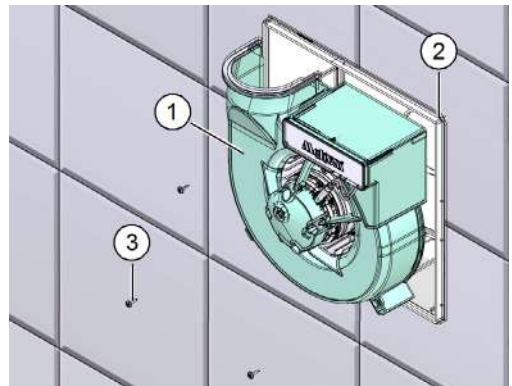

Abb. 7: Lüftermotor einsetzen
- ▶ Orientieren Sie den Lüftermotor (Pos. 1 in Abb. 7) so, dass die Ausblasöffnung des Lüftermotors mit der Ausblasöffnung des Gehäuses (Pos. 2 in Abb. 7) übereinstimmt.
- ▶ Befestigen Sie den Lüftermotor mit den drei Kreuzschlitzschrauben (Pos. 3 in Abb. 7) 3,5 x 12.